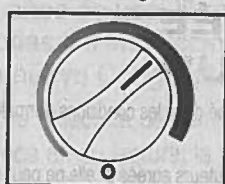

Fig. 15
- Lorsque le refroidissement maximal est réalisé, retournez la commande de thermostat sur l'échelle bleu foncé, à la position équivalente à 2 heures sur la face d'un cadran. Voir la Fig. 15.